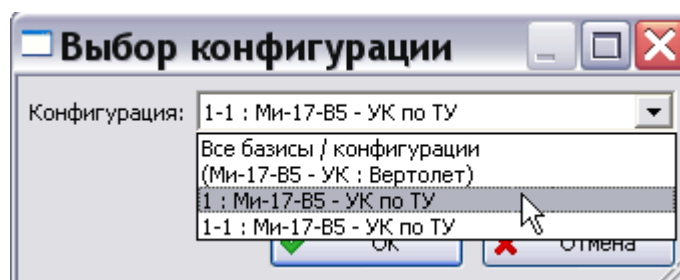

Рис. 77
4. В окне **Выбор конфигурации** из раскрывающегося списка поля **Конфигурация** выберите конфигурацию изделия (или базис), которая будет использована в качестве фильтра, например «1 : Ми-17-В5-УК по ТУ» (Рис. 77). Для использования